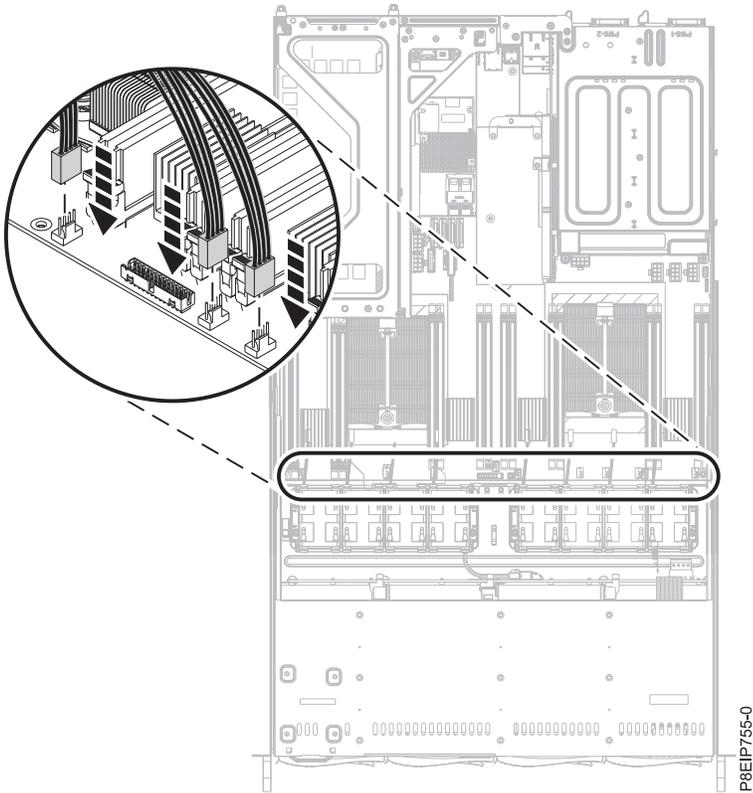

Figura 16. Conexión de los cables del ventilador a la placa posterior del sistema
4. Conecte el cable del ventilador a la placa posterior del sistema, como se muestra en la Figura 16 en la página 20.